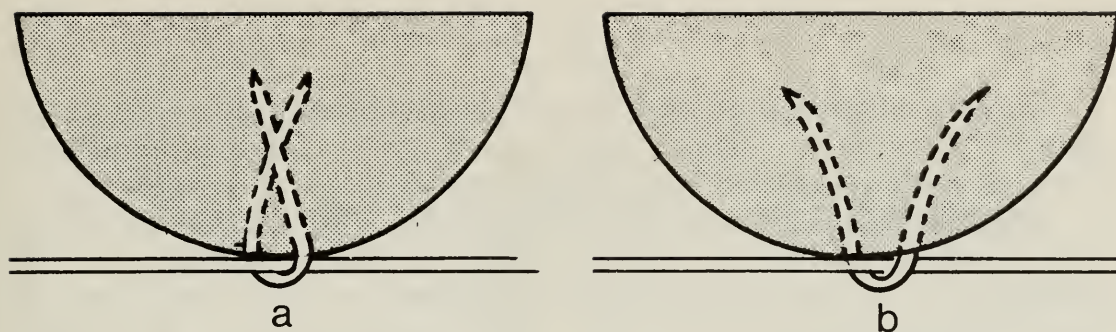
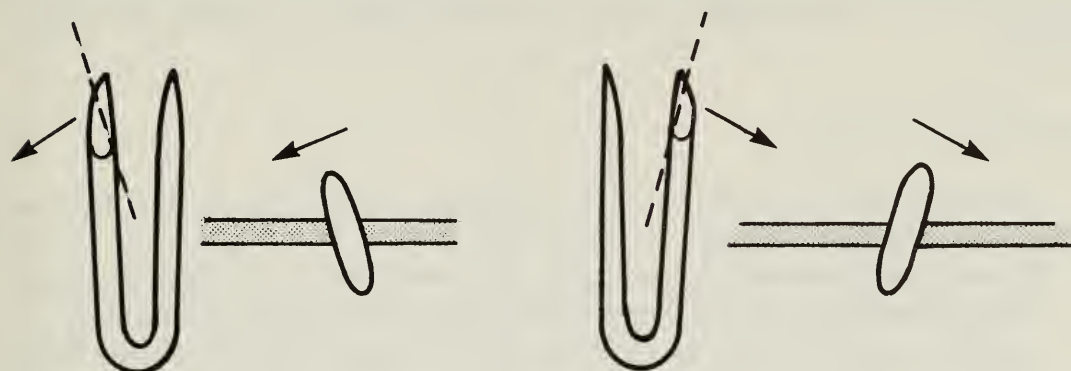

Fig. 36 Crampons enfoncés (a) bonne façon (b) mauvaise façon.
Fig. 37 Crampons tournés du côté opposé à la surface plane.
3. Les crampons à pointes biseautées devraient être plantés de façon que leurs pattes s'incurvent vers l'extérieur à mesure qu'elles pénètrent dans le bois (fig. 36). Le biseau agit comme un coin asymétrique et force les pattes à s'éloigner de la surface plane des pointes. Des essais ont démontré que des crampons plantés de façon que chaque patte s'incurve en s'éloignant de l'axe vertical ont 40 % plus de résistance à l'arrachement que les crampons mal plantés. Lorsqu'on place un crampon contre le bois au-dessus d'un fil, il faut incliner le crampon légèrement (20° par rapport à la verticale) du côté opposé à la surface plane de la pointe du haut (fig. 37).